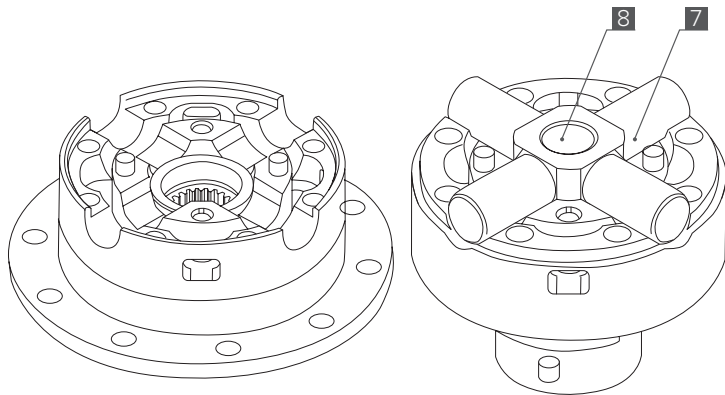

Рис. 4
- f.** В малую половинку корпуса дифференциала поместите крестовину [7] с осью упорной [8]. Результат всех проделанных операций отражен на **Рис. 4.**